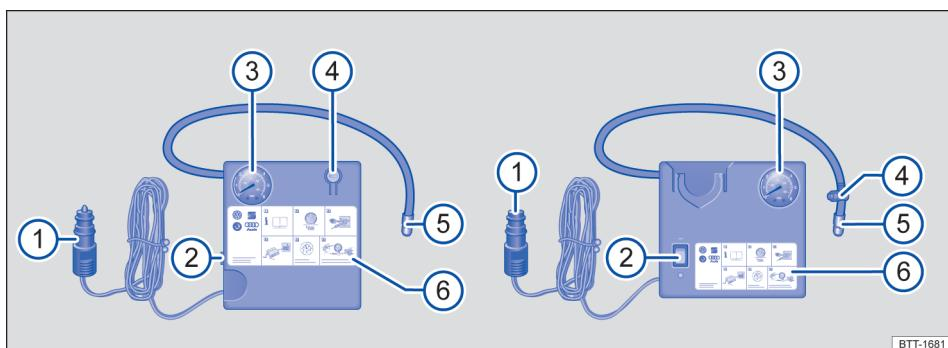

Fig. 253 Representação esquemática: compressor do kit de reparo dos pneus.
O compressor do kit de reparo dos pneus é composto dos seguintes componentes → Fig. 253:
- Rosquear a mangueira de enchimento dos pneus → Fig. 253 ⑤ do compressor de ar com firmeza na válvula do pneu.
- Verificar se o parafuso de sangria de ar → Fig. 253 ④ está fechado.
- Conectar o conector do cabo de 12 V → Fig. 253 ① numa tomada 12 V no veículo → Página 216.
- Ligar o compressor de ar com o interruptor ON-OFF → Fig. 253 ②.
- Reconectar a mangueira de enchimento dos pneus → Fig. 253 ⑤ e ler a pressão dos pneus no indicador da pressão dos pneus → Fig. 253 ③.